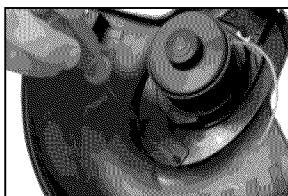

Figure 7 - Insérez les deux vis de montage
5. Insérez deux vis de montage dans les trous situés à l'arrière du protecteur de coupe. (Voir la Figure 7)